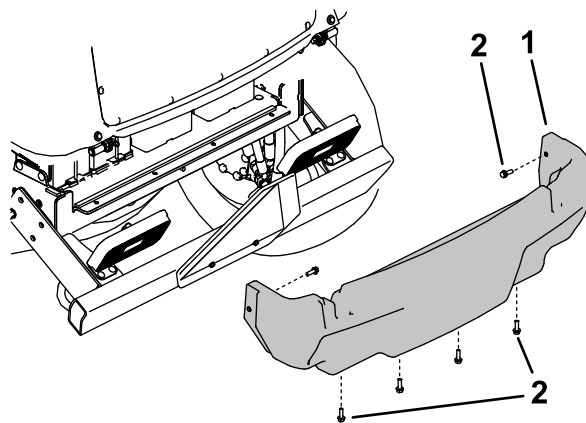

Figure 112
5. Retirez les 6 vis à embase qui fixent le carénage au cadre et déposez le carénage arrière (Figure 112).
4. Reposez le carénage arrière (Figure 112).